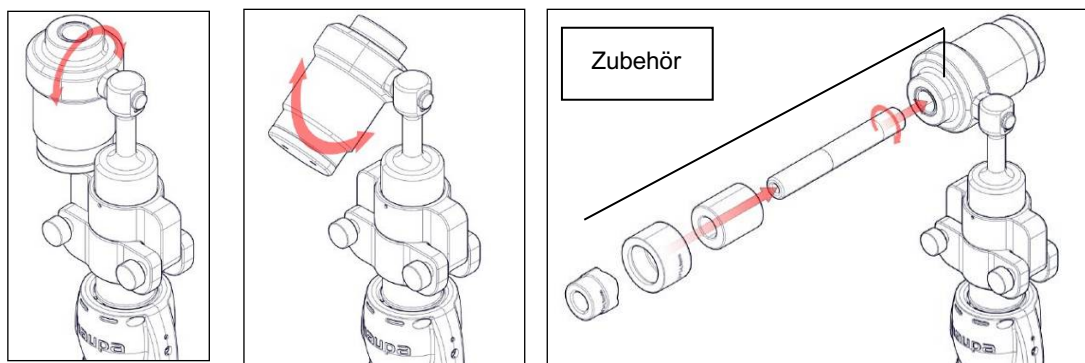

Bild 13: Einsetzen des Stanzeinsatzes
- Stanzkopf drehen und den Stanzeinsatz korrekt montieren. Vergewissern Sie sich, dass die beiden Stifte am Stanzkopf festsitzen, siehe Bild 13 unten: